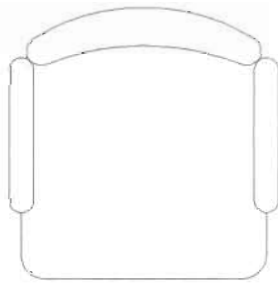

图 4-82
(7) 单击“修改”工具栏中的“修剪”按钮, 剪掉多余的线段, 座椅图例就绘制好了, 如图 4-82 所示。